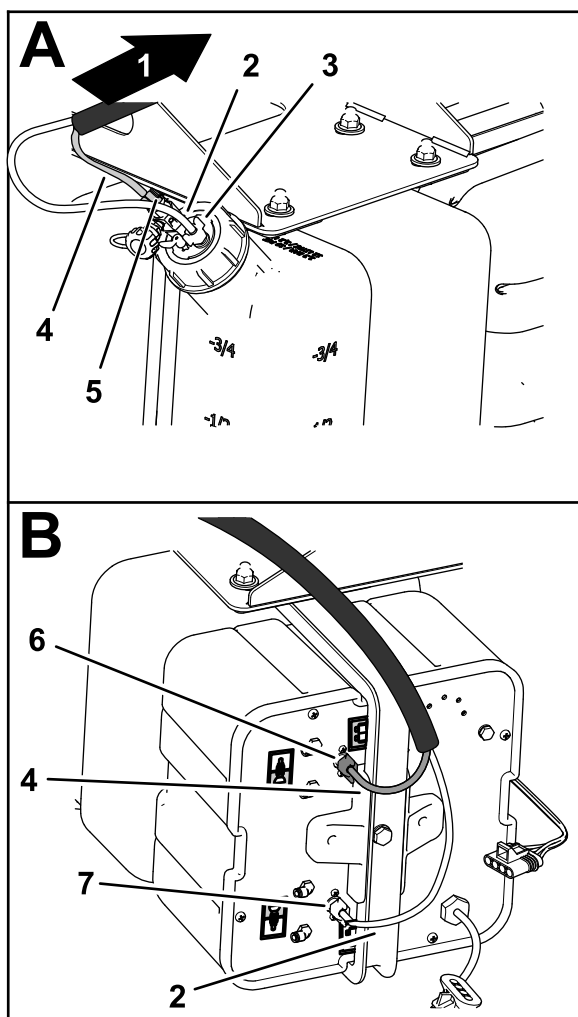

Figura 3
1. Disponete i tubi di circuito chiuso compressore-serbatoio da 92 cm dal tappo ai dadi di compressione sul lato del compressore (Figura 3).
- Rimuovete il dado di compressione bianco e montatelo sul tubo trasparente (Figura 3).
- Montate il tubo trasparente e il dado di compressione bianco sul raccordo sul lato del compressore e serrate il dado di compressione bianco manualmente (Figura 3).
- Rimuovete il dado di compressione blu dal raccordo sul lato del compressore (Figura 3).
- Montate il tubo blu e il dado di compressione blu sul raccordo sul lato del compressore e serrate il dado di compressione blu manualmente (Figura 3).